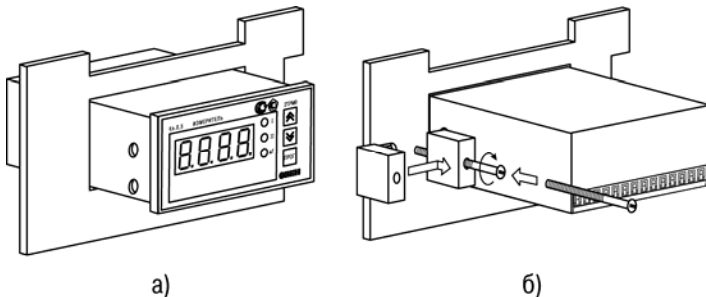

Рисунок 5.2
- 1) Вставить прибор в специально подготовленное отверстие на лицевой панели щита (см приложение Д и рисунок 5.2, а).
- 2) Вставить фиксаторы⁴ в отверстия на боковых стенках прибора (рисунок 5.2, б).